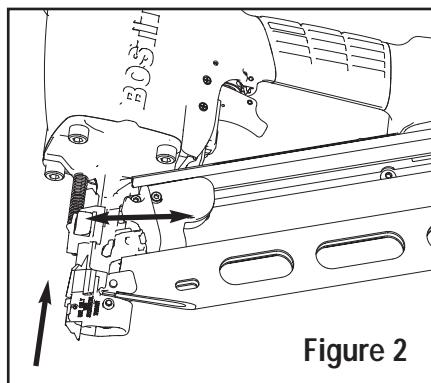

Figure 2
- Appuyez sur le bouton de verrouillage et glissez à fond l'embout pour connecteur métallique, tel qu'illustré à la Figure 2.